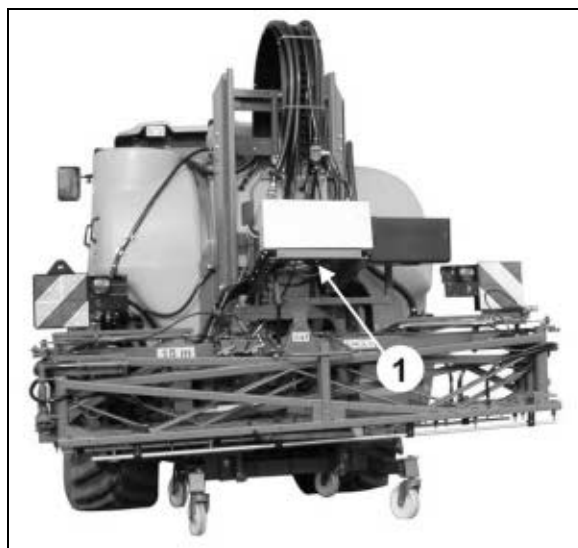

Fig. 133
1. Alle spredør må trekkes ut av seksjonsventilene (Fig. 133/1).
2. Tilkoblingen på væskestrømmåleren (Fig. 133/4) forbindes med en seksjonsventil og kobles deretter til kontrollapparatet.
3. Resten av tilkoblingene for seksjonsventiler stenges med blindkapper (Fig. 133/3).
1. Trekk et spredør av en av seksjonsventilene (Fig. 133/1).